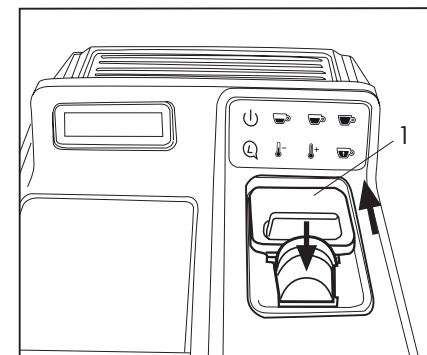

Fig. 10
- Aprire lo sportello (1) e inserire una capsula nell'apposito spazio. **(Fig.10)**